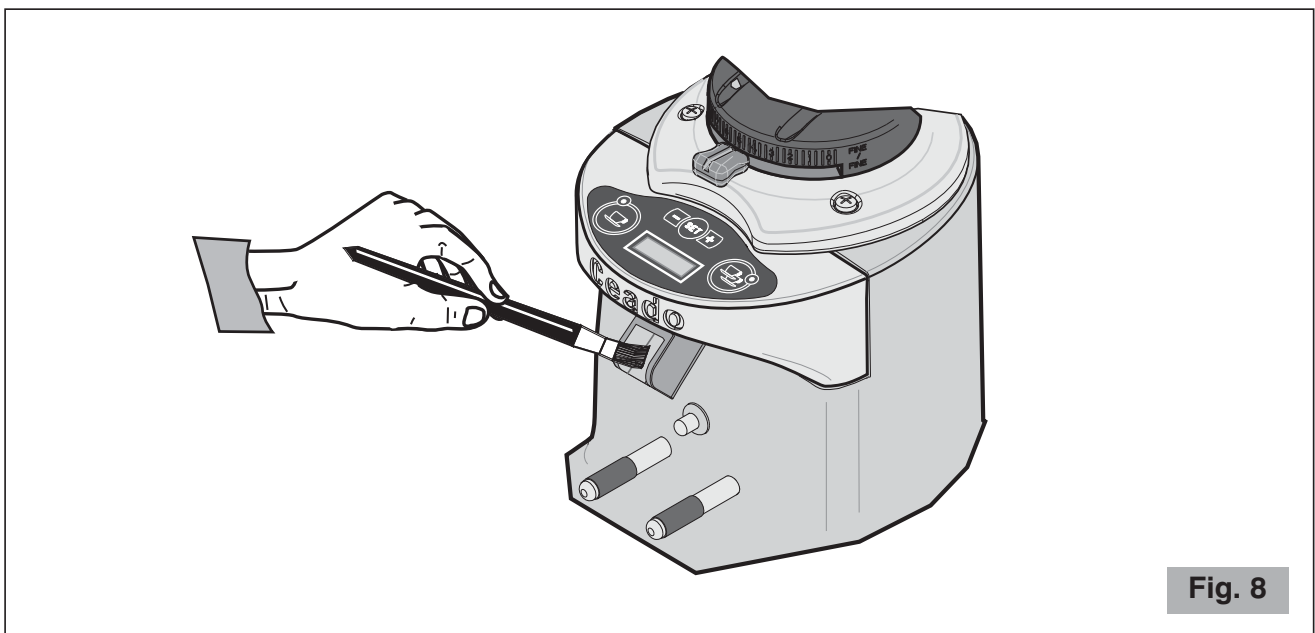

Fig. 8
- Utilizzare uno spazzolino o un pennello (Fig. 8) per pulire le zone più nascoste al suo interno e un panno asciutto per le altre superfici.